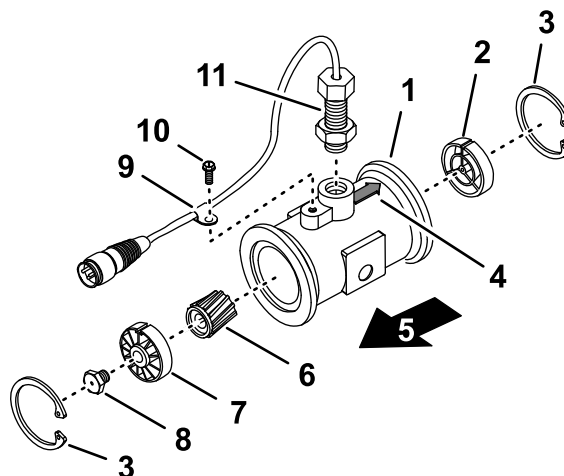

Figura 108
3. Rimuovete l'anello di ritenuta sul lato a monte (Figura 108).